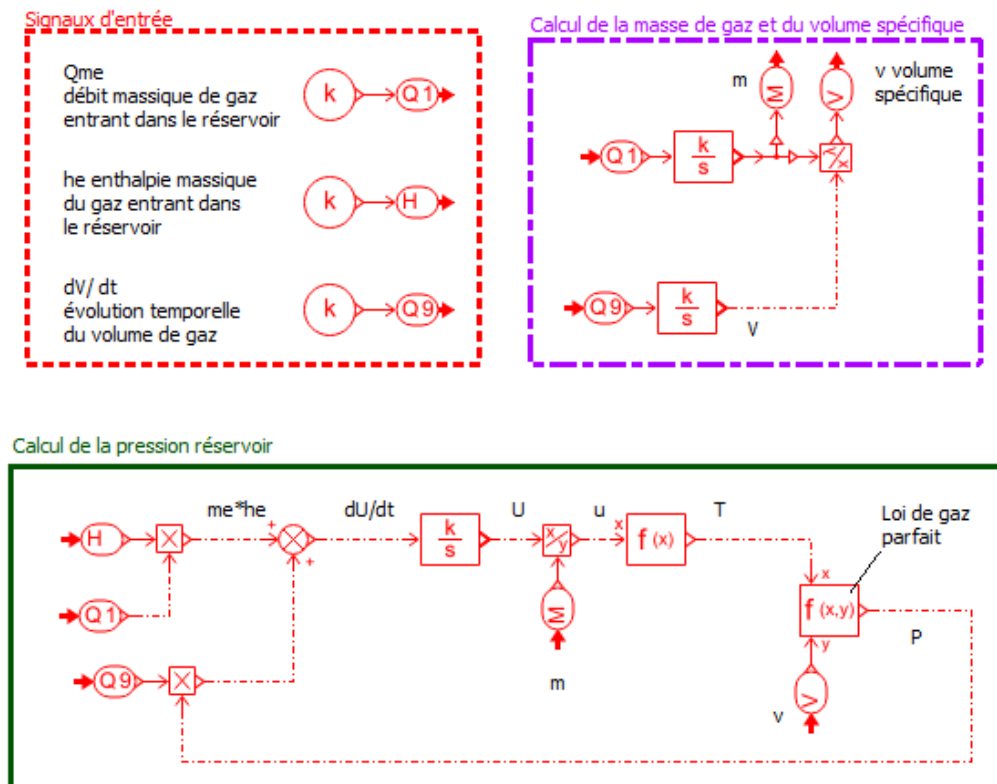

FIGURE 2 – Modélisation AMESim du réservoir de carburant
2. Réalisez sous AMESim un circuit permettant, à partir des conditions initiales connues fournies, de calculer l'évolution temporelle de la pression dans le réservoir en fonction des propriétés du gaz entrant (débit massique  $\dot{m}$  et enthalpie  $h$ ) ainsi que du débit volumique du carburant chassé du réservoir. La figure 2 présente une architecture permettant cette représentation, on pourra s'en inspirer. Le volume de carburant chassé du réservoir est égal à la variation temporelle du volume de gaz dans le réservoir.